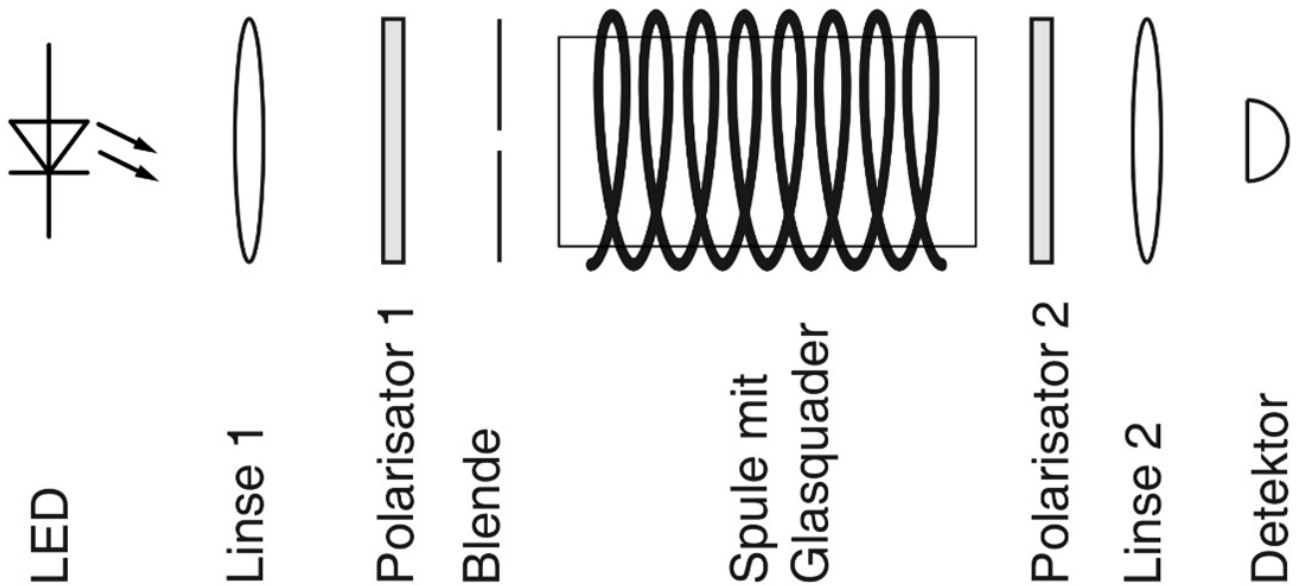

Abbildung 1) Versuchsaufbau bestehend aus LED, Linse 1, Polarisator 1, Blende, Spule mit Glasblock, Polarisator 2, Linse 2 und Detektor
4. Bauen Sie die Versuchsanordnung zur Messung der Faraday-Rotation gemäß Abb. 1 auf. Erzeugen Sie einen möglichst perfekten Parallelstrahl und reduzieren Sie dessen Durchmesser soweit, dass innerhalb des Glaskörpers keine Lichtreflexionen an Glasquaderlängsseiten auftreten können. Vorzugsweise messen Sie gleichzeitig das DC-Signal mit einem Multimeter und das AC-Signal mit einem Oszilloskop (Tiefpassfilter) in Parallelschaltung beider Messgeräte.